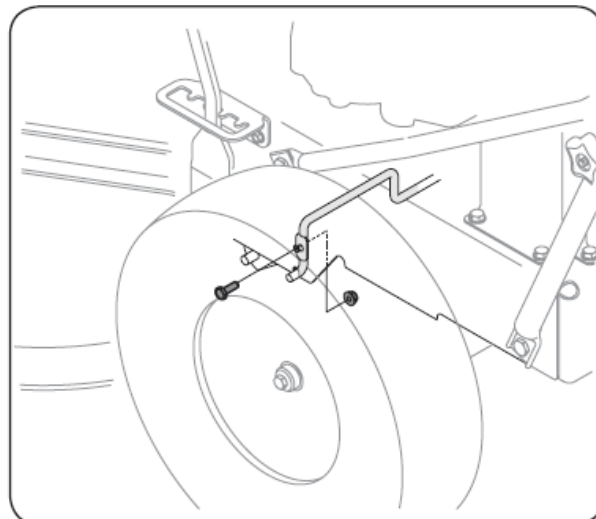

Figure 7-2
5. Retirez la vis et l'écrou à épaulement qui fixent solidement la tige-arrêt de courroie du côté gauche du cadre de la tondeuse. Consultez la Fig. 7-2.
3. Retirez le crochet de la courroie comme montré plus tôt dans la présente section. Consultez la Fig. 7-2.